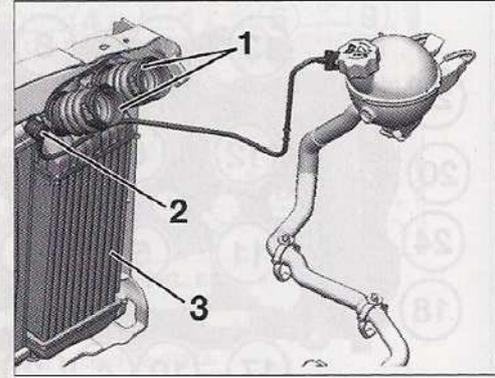
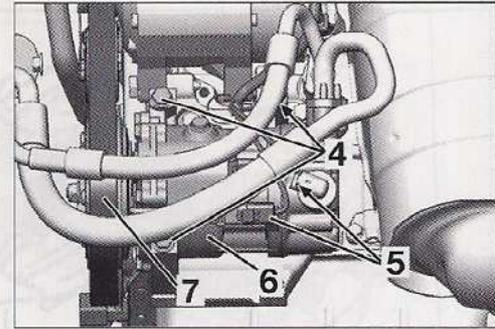
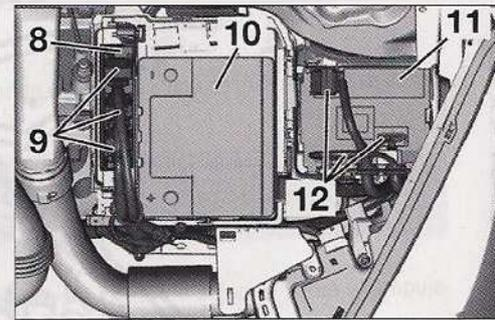

FIG. 91
FIG. 92
FIG. 93
- Separar el tubo de respiración motor (2) (Fig.91).
- Las conexiones de entrada de aire de admisión (1).
- El intercambiador de calor de aire sobrealimentado (3).
- Desmontar la correa de accesorios (7) (Fig. 92).
- Sacar los conectores (5).
- Desmontar los tornillos (4).
- Separar el compresor de climatización (6), sin abrir el circuito de climatización.
- Desmontar la batería (10) y su caja (Fig.93).
- Sacar los conectores del calculador (9), y los conectores (12).
- Desmontar el calculador (8) (Fig.93), y separar el BSI.